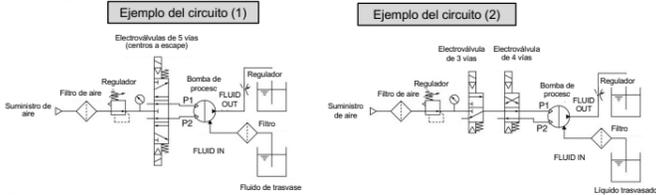

Fig. 3 Ejemplos de circuitos de accionamiento neumático
<Arranque y parada> Consulte los ejemplos de circuito [Fig. 3].
Nota 2: Para la electroválvula, use una válvula de 5 vías de centros a escape o una combinación de una válvula de 3 vías de escape residual y una válvula de 4 vías para una bomba. Si el aire que hay en interior de la cámara de actuación no se libera al detener la bomba, la membrana estará sometida a presión y esto reducirá su vida útil. Consulte los ejemplos de circuito (1) y (2) [Fig.3].